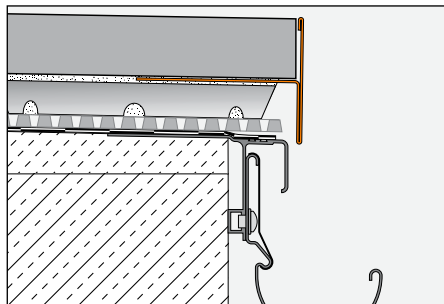

Fig. 3
3.3 Ved brug af sokkelaget Schlüter-TROBA-STELZ-MR (fig. 3) integreres profilen BARA-RT/BARA-RTC i mørtelpunktet. Afslutningsprofilen dækker den frie kant af belægningskonstruktionen. Herefter lægges de selv bærende pladeelementer på sokkelaget.